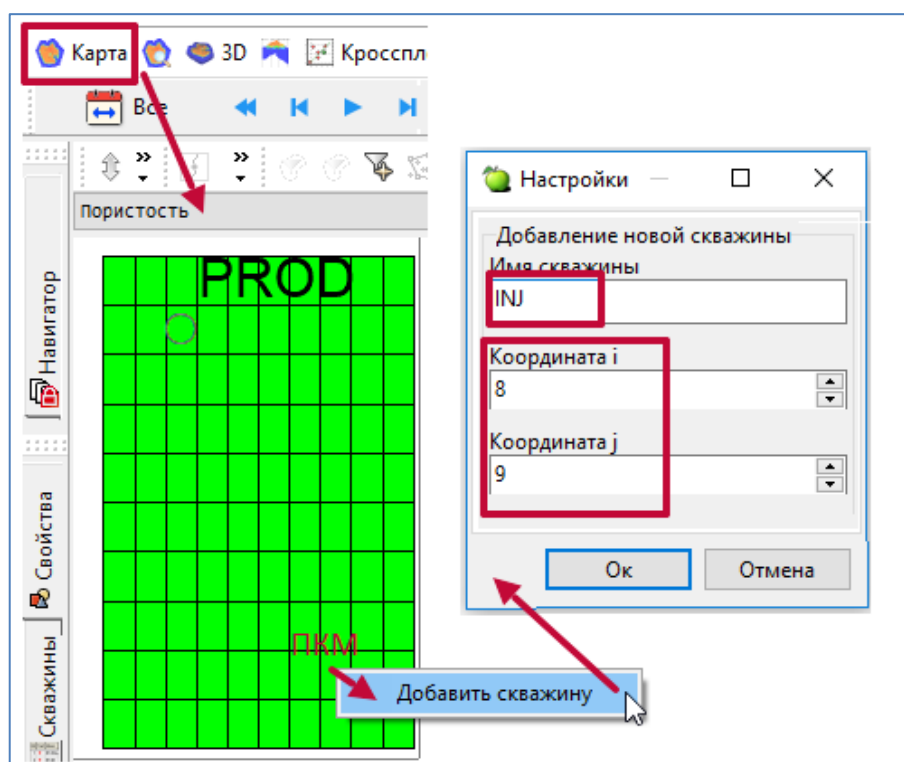

Рисунок 24. Способ добавления скважины
- скважину INJ с координатами (8,9) – вторым (Рисунок 24).